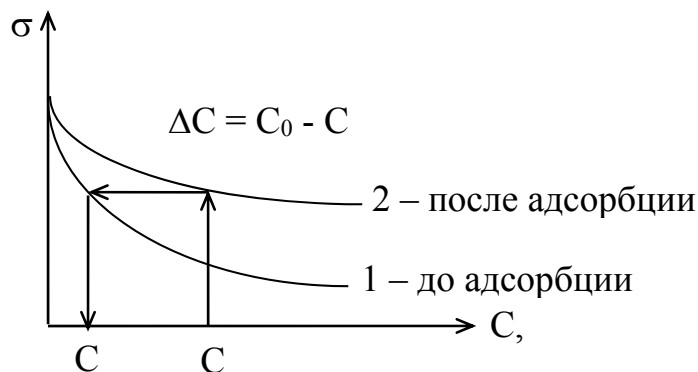

Рис.1. Изотермы поверхностного натяжения
1. Построить изотерму поверхностного натяжения растворов изоамилового спирта до и после адсорбции (рис.1).
2. определить изменение концентрации спирта в исходном растворе графическим способом, как это показано на рис.1.